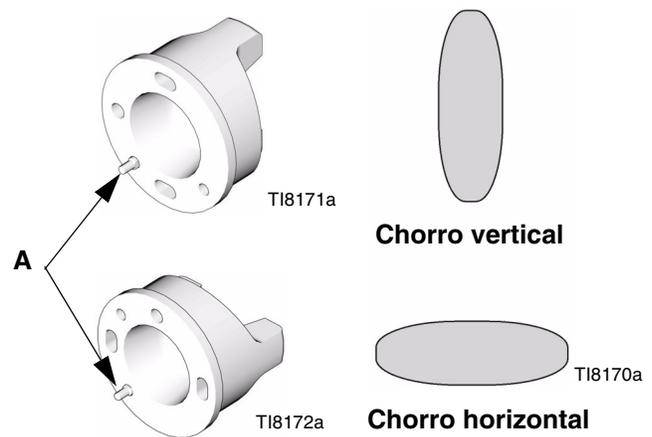

FIG. 11: Coloque el casquillo de aire
Los cabezales de aire se ajustan en fábrica con el pasador de alineación (A) fijado en el chorro de pulverización vertical. Para cambiar el cabezal de aire al chorro de pulverización horizontal, utilice alicates con punta de aguja para desenroscar el pasador de alineación (A) y colocarlo en el orificio del chorro de pulverización horizontal. Cuando mueva el pasador, utilice un sellador de roscas de baja fortaleza. Apriete a un par de 1,5-2,5 in-lb (0,2-0,3 N•m). **No apriete excesivamente.** Consulte FIG. 11.